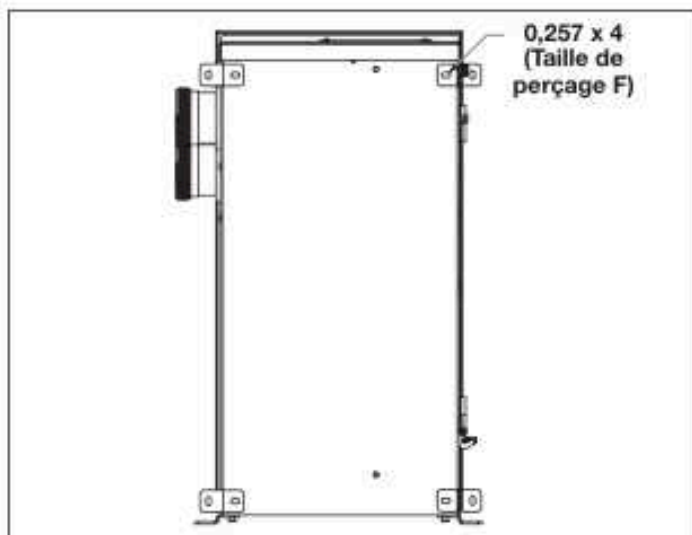

Figure 2. Configuration de perçage pour le montage mural
1. Percer 4 trous (de 0,257 po, taille de perçage F) à l'arrière du boîtier comme indiqué sur la Figure 2.